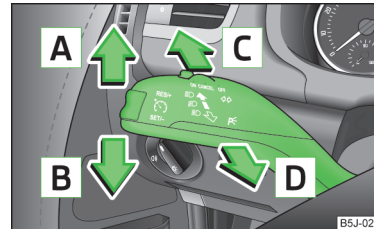

Abb. 42
- Den Blinkerhebel » **Abb. 42** auf Seite 62 zum Lenkrad ziehen und gleichzeitig nach unten schieben und in dieser Stellung halten.
- Den Blinkerhebel » **Abb. 42** auf Seite 62 zum Lenkrad ziehen und gleichzeitig nach oben schieben und in dieser Stellung halten.
Bedienungshebelstellungen » **Abb. 42**.
- Den Bedienungshebel » Abb. 42 auf Seite 62 nach oben bzw. nach unten drücken - das Standlicht auf der rechten bzw. linken Fahrzeugseite wird eingeschaltet.